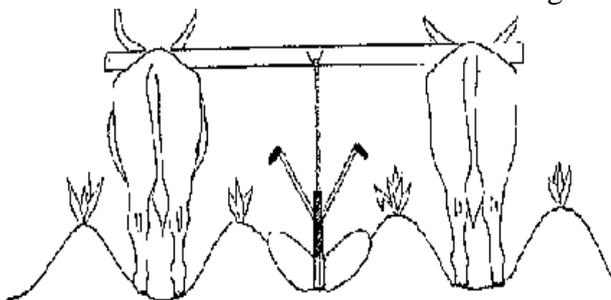
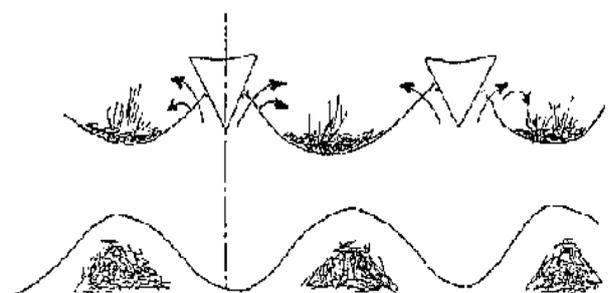

fig 6: Utilizzazione del marcatore
fig 7 :Utilizzazione del marcatore:
- **L'assolcatore** (Figura 5): Questo è lo strumento più importante. Viene utilizzato per preparare i solchi. Ideale per coprire i tuberi e radici (Fig. 6), evita il ristagno dell'acqua. Inoltre facilita la sepoltura di materia organica (Fig. 7), semina, raccolta e riduce la diffusione della malattia, erbacce. Quando si coltiva sulle creste, non c'è bisogno di arare dopo la raccolta. Si utilizza il tappo per dividere le vecchie creste e preparare le nuove.